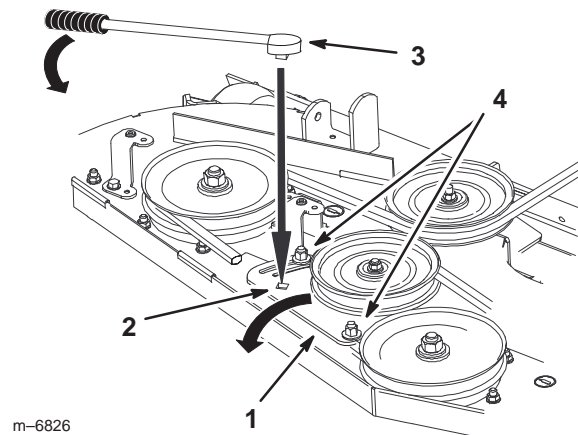

Figure 70
4. Desserrez l'écrou de fixation de la plaque du bras de tension et déplacez la plaque pour détendre la courroie sur la poulie de tension (Fig. 70).
- Si un réglage est nécessaire, desserrez la plaque du bras de tension et effectuez le réglage (Fig. 70).
- Insérez un manche à rochet ou une barre de levier dans le trou carré de la plaque pour régler la tension (Fig. 70).
- Pour augmenter la tension de la courroie, tournez la plaque de la poulie de tension jusqu'à ce qu'une résistance soit sentie et que la rotation s'arrête. Ne continuez pas quand elle s'arrête (Fig. 70).
- Serrez les boulons de fixation de la plaque (Fig. 70).
10. Réglez la tension de la courroie et la plaque de la poulie de tension au besoin, et serrez fermement toutes les fixations (Fig. 70).